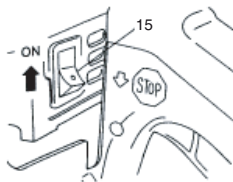

Fig. 11
1. Placez le commutateur de marche/arrêt (15) en position "marche" (ON). (Fig. 11)